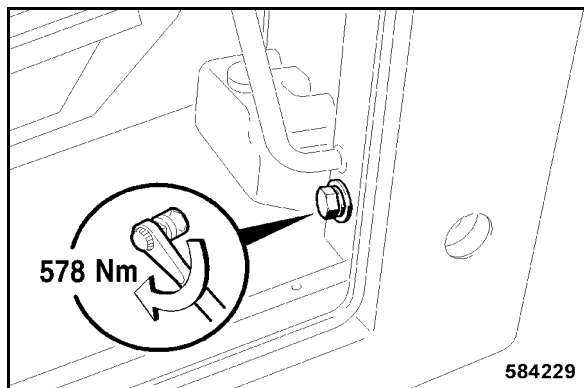

Fig. 213
- Serrer la vis de fixation inférieure, se trouvant sur le côté de l'accès (Fig. 213), à un couple de 578 Nm.